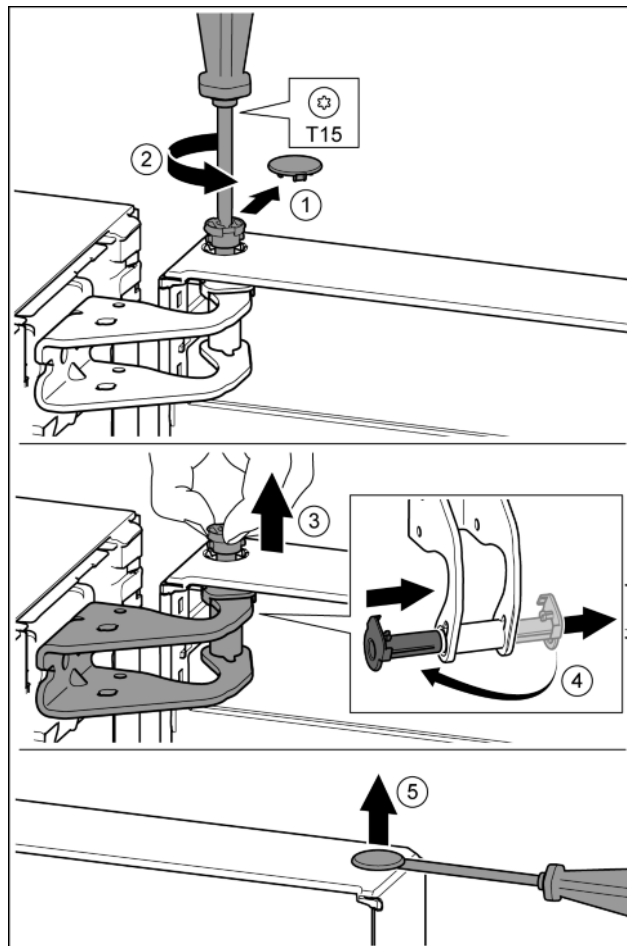

Fig. 13
- Oprezno skinite sigurnosni pokrov. Fig. 13 (1)
- Odvijačem T15 malo odvijte svornjak. Fig. 13 (2)
- Čvrsto držite vrata i prstima izvucite svornjak. Fig. 13 (3)
- Izvucite čahuru ležaja iz vodilice. Umetnite s druge strane i pustite da uskoči. Fig. 13 (4)
- Odvijačem s ravnom glavom oprezno podignite čep iz čahure ležaja vrata i izvucite ga. Fig. 13 (5)